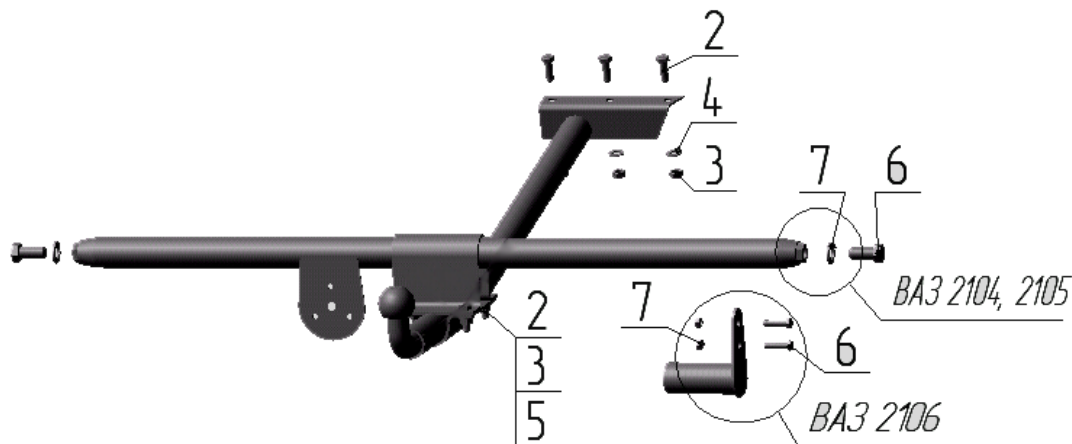

Рисунок 1.
- ВАЗ 2104, 2105 - к буксировочным проушинам а/м с помощью болтов поз.6 (см. рисунок 1);